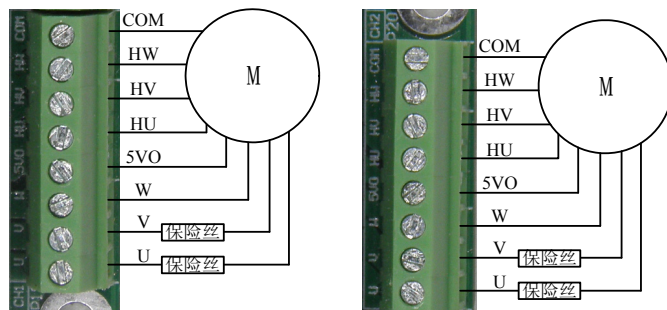

图 3.4 模块 1（图左）/模块 2（图右）电机接线图
- 1) 断开驱动器电源。将电机的U、V、W三相电源线接到驱动器电机接口的U、V、W，将电机的霍尔信号传感器电源线正负极（通常正极为红色，负极为黑色，具体参照电机的相关资料）分别接到驱动器霍尔信号接口的 5VO和COM，霍尔信号传感器的三霍尔位置信号线接到驱动器霍尔接口的HU、HV、HW，如图 3.4 所示。